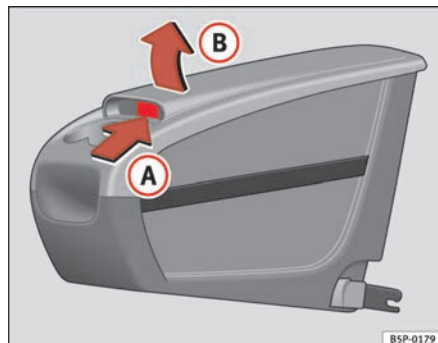

Fig. 113 Cassetto portaoggetti estraibile. Apertura
- Sollevare il coperchio (B) attraverso la zona (A) ⇒ fig. 113.